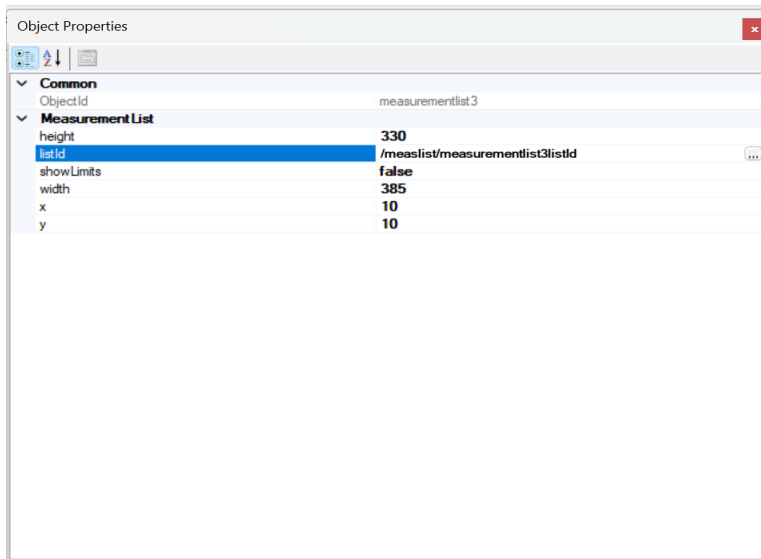

Imagen 167_Selección de ventanas para mediciones.
3.29 Se abre la ventana página “Measurements” y en la ventaja de “Object Properties” seleccionaremos la opción de “listId” como se muestra en la Imagen 167.